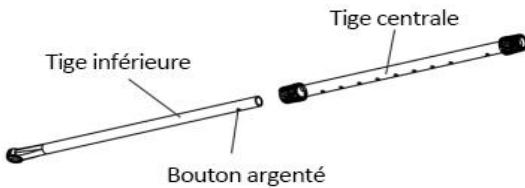

Fig.3
2.Détendez LOCK NUT sur le lien central. Appuyez sur le bouton argenté sur le lien inférieur pour l'introduire dans le lien central (Voir Fig.3).